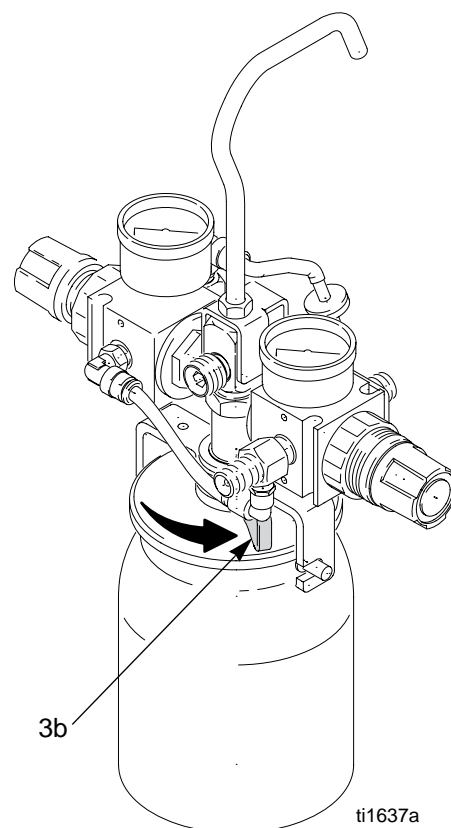

Fig. 2: 0,95 liters tryckkärl
2. Tryck låsarmen (3b) till upplåst läge mot hållaren. Se Fig. 2.